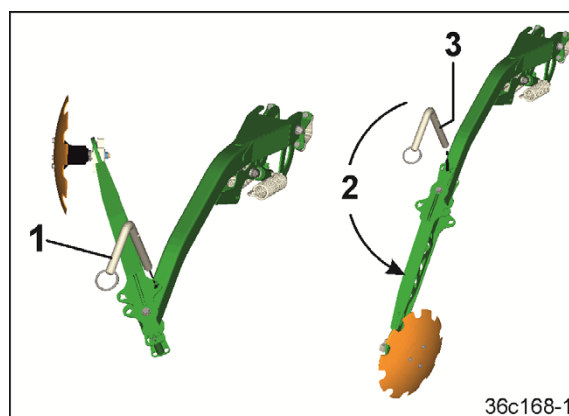

Fig. 207
3. Trekk ut bolten (Fig. 207/1).
4. Fold utliggeren (Fig. 207/2) med sporskiven ut i arbeidsstilling.
5. Fest forbindelsen med bolten (Fig. 207/3) og sikre bolten ved dreieing.